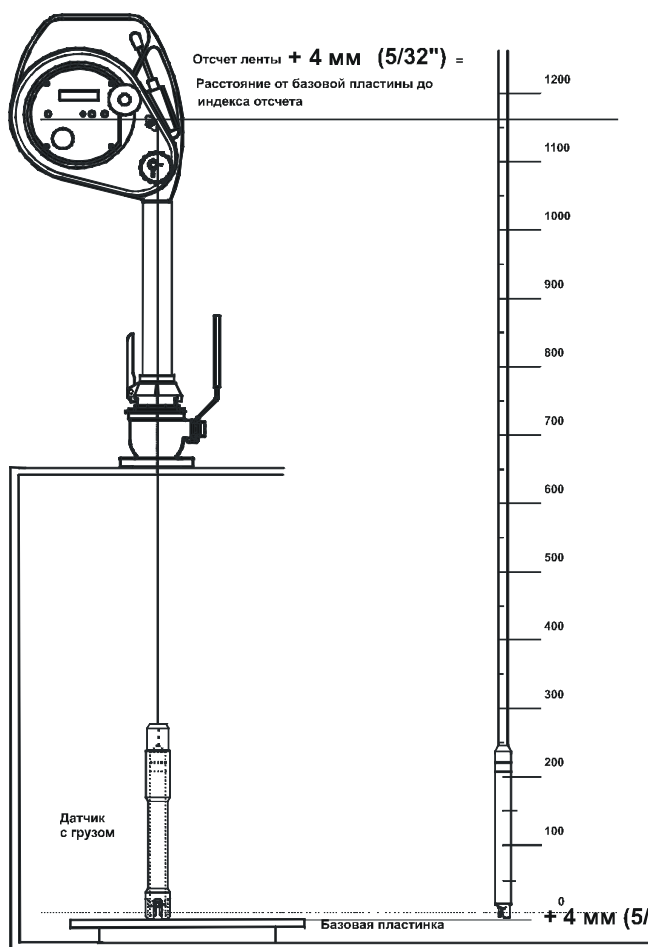

Рисунок 9-9
- Когда чувствительный датчик достигнет заглубленной / базовой плиты, индекс отсчета покажет расстояние. См. Рисунок 9-9. Точное расстояние от плиты до индекса отсчета (показания + 4 мм) или (показания + 5/32") которое является относительной высотой, при условии, что уровень индекса отсчета настроен на нулевой уровень незаполненного объема танка. Если ноль незаполненного объема находится выше или ниже индекса отсчета, то необходима дополнительная корректировка. Для более подробной информации см. раздел «Установка измерительной системы».